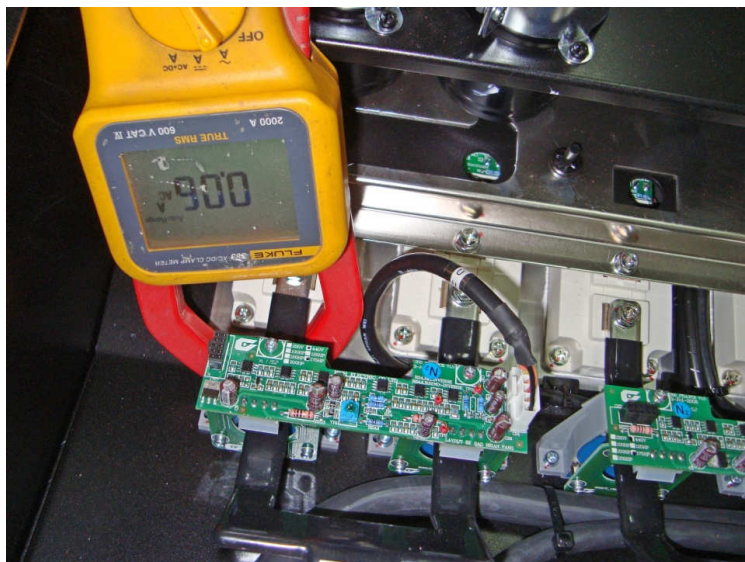

Рис. 8.3. Пример измерения тока левого модуля IGBT выходной фазы U.
8.3.2. Установить задание частоты 50 Гц и подать команду ПУСК. По окончании разгона, произвести измерения выходного тока каждого модуля IGBT в каждой выходной фазе (U, V и W), устанавливая токовые клещи поочередно в разветвления выходных шин, как показано на рис.8.3а, б.